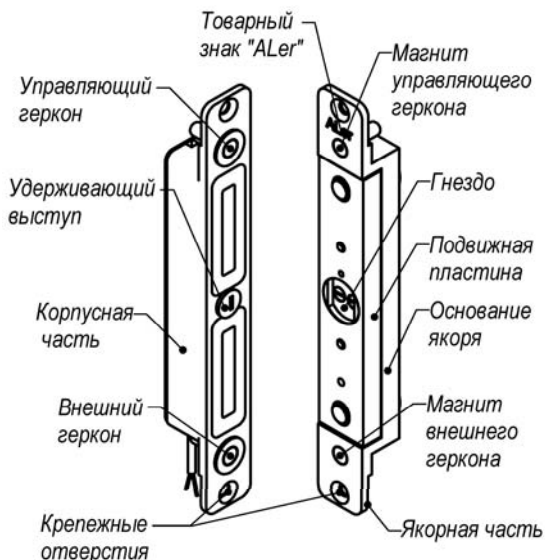

Рис.1
4.1 ЗАМОК состоит из корпусной и якорной частей. При закрытии двери подвижная пластина якорной части притягивается к рабочей поверхности корпусной части, при этом удерживающий выступ на корпусе входит в соответствующее гнездо пластины якоря и запирает дверь (рисунок 1). Величина удерживающего усилия замка определяется конструктивными размерами удерживающего выступа. При снятии напряжения питания ЗАМОК разблокируется, что приводит к отпираанию двери.
5.2 Для монтажа якорной части в дверном полотне симметрично кромкам двери подготавливается гнездо шириной не менее 26 мм и глубиной не менее 28 мм. Подвижная пластина якоря не должна касаться стенок гнезда при любом положении якоря. Якорная часть замка вертикального исполнения должна быть сориентирована в гнезде по установочной метке в виде товарного знака «ALer» направлением вверх (рисунок 1).